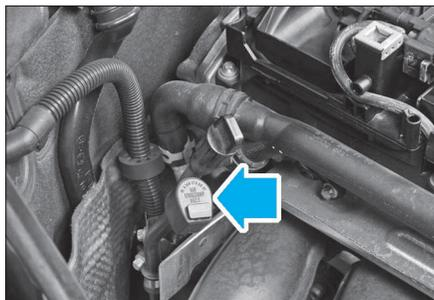

FIG. 8
- Déposer le capuchon du tube de remplissage (Fig.8).
- Déposer le capuchon de l'orifice de contrôle et de remplissage (Fig.8).